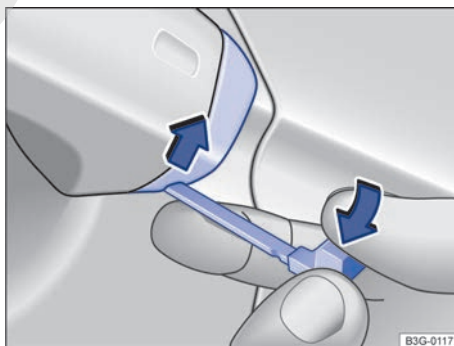

Fig. 85 Manilla de la puerta del conductor: desprender la caperuza haciendo palanca.
- Introduzca la llave de emergencia, por abajo, en el orificio que hay en la caperuza de la manilla de la puerta del conductor → fig. 85 (flecha).